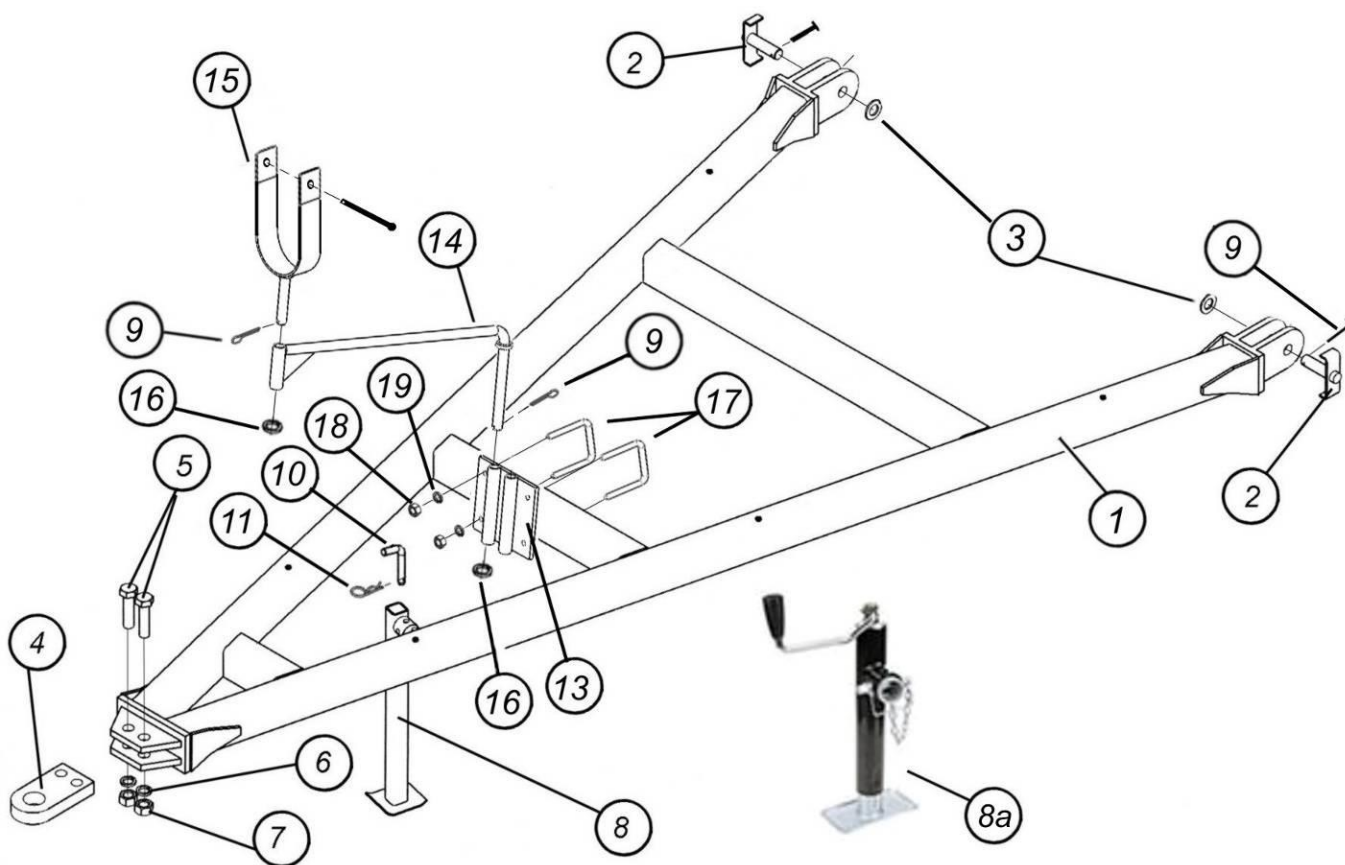

Рис. 7.1.5. Передняя сцепка посевного агрегата
7.1.5. Передняя сцепка (рис. 7.1.5)